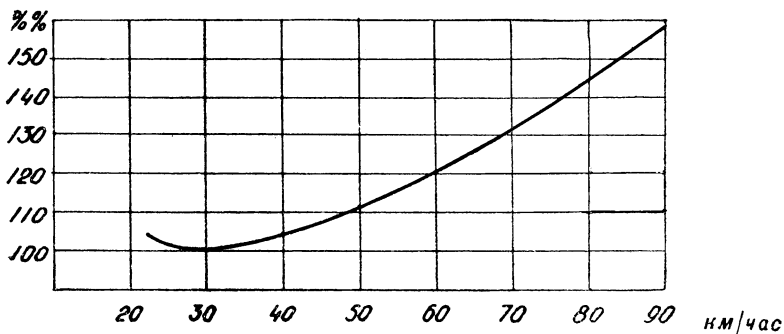

Рис. 1. График относительного расхода топлива.
13. Рессорная подвеска автомобиля М-72 позволяет езду с большой скоростью как на хороших, так и на плохих дорогах. Не злоупотребляйте быстрой ездой—это приводит к увеличению расхода бензина и ускорению износа автомобиля. Высокая скорость движения на крутых поворотах приводит к быстрому износу шин. Наиболее экономичной является скорость 30—45 км/час. Учитывайте, что при увеличении скорости с 40 до 70 км/час расход бензина возрастает на 40% (рис. 1).